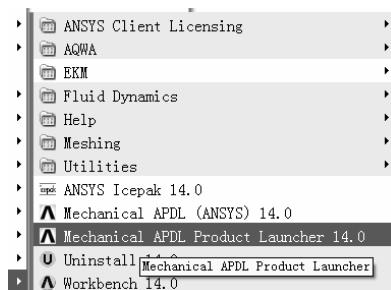
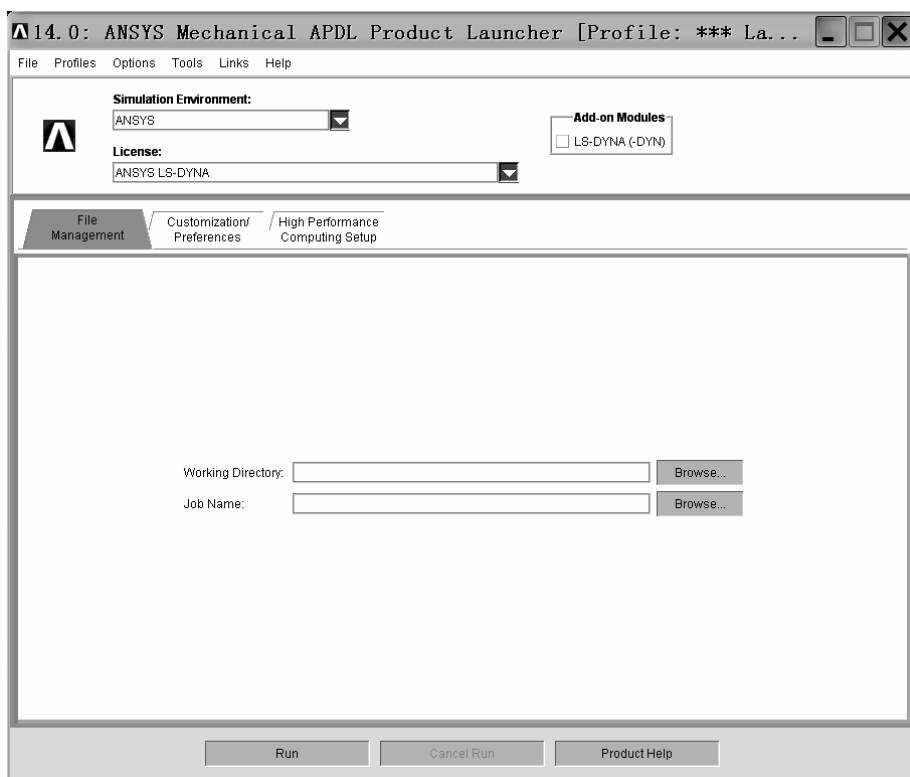

图 6-5 “Mechanical APDL Product Launcher 14.0” 图标
图 6-6 “14.0: ANSYS Mechanical APDL Product Launcher [Profile:***La...” 窗口
(1) 在“开始”菜单中指向“ANSYS 14.0”文件夹，出现“Mechanical APDL Product Launcher 14.0”图标（见图 6-5）。单击“Mechanical APDL Product Launcher 14.0”图标，弹出“14.0: ANSYS Mechanical APDL Product Launcher [Profile:***La...”窗口（见图 6-6）。
(2) 单击“14.0: ANSYS Mechanical APDL Product Launcher [Profile:***La...”窗口中“Simulation Environment:”方框后的倒立三角形图标，选中“ANSYS”。
(3) 单击“14.0: ANSYS Mechanical APDL Product Launcher [Profile:***La...”窗口中“License:”方框后的倒立三角形图标，选中“ANSYS LS-DYNA”。